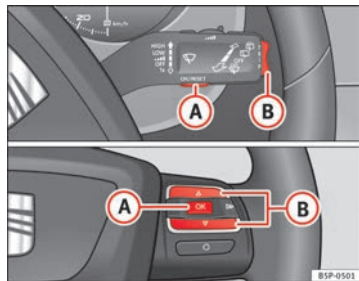

Fig. 41 Commandes à bascule A et B. Commandes au volant.
- Lorsque le contact est mis, appuyez brièvement sur la touche **➔ fig. 41 A** du levier d'essuie-glace pour passer d'une mémoire à l'autre ou appuyez sur la touche **A** des commandes au volant **➔ fig. 41**.